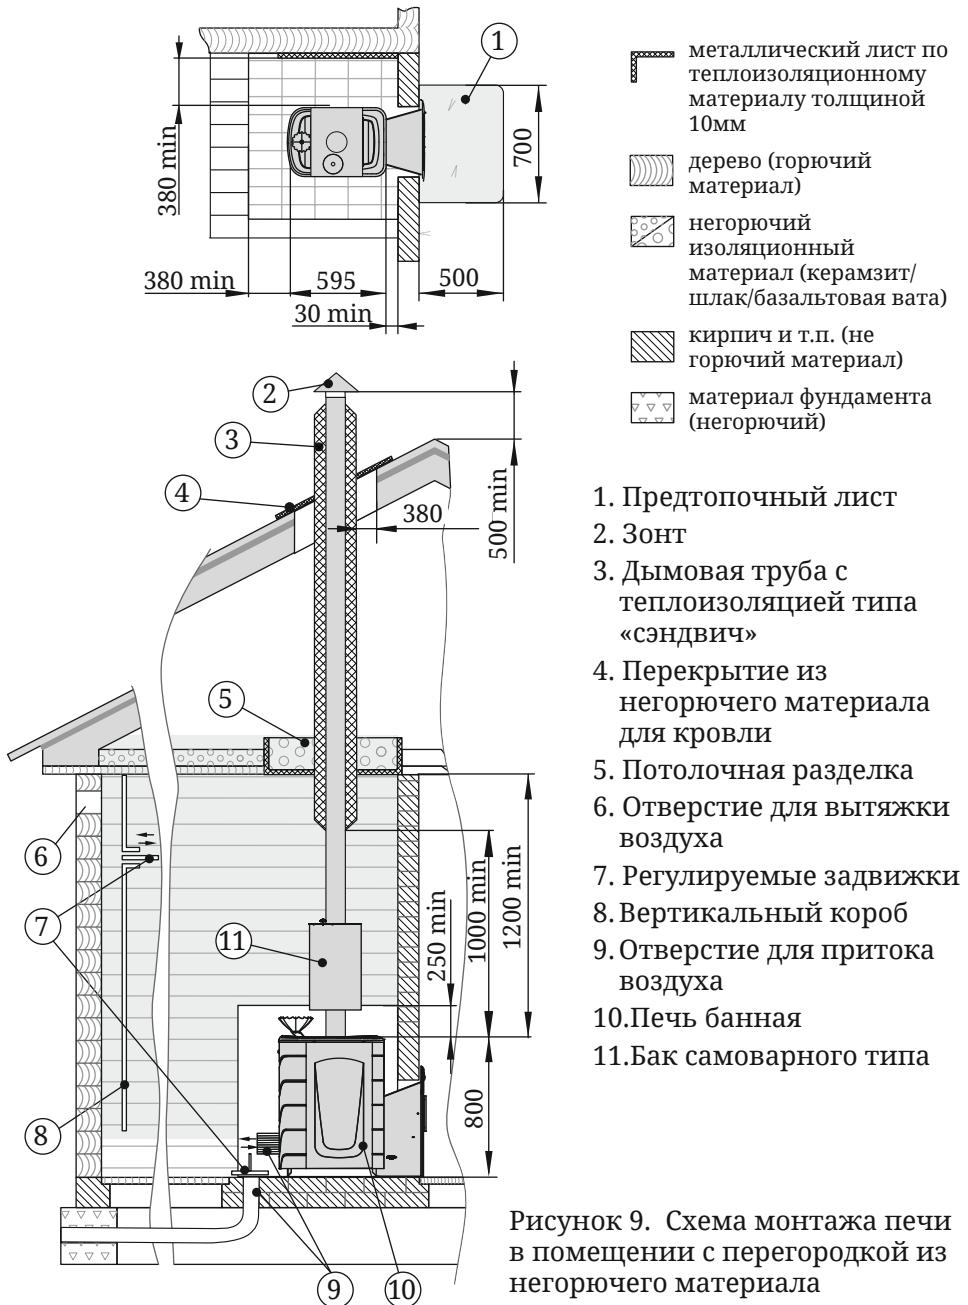

Рисунок 9. Схема монтажа печи в помещении с перегородкой из негорючего материала
- пол из горючих и трудногорючих материалов перед дверцей топки — металлическим листом размером 700×500 мм (рисунок 9)
Для обеспечения надежного воздухообмена в парной рекомендуется организовать приточно-вытяжную вентиляцию (см. рисунок 9).